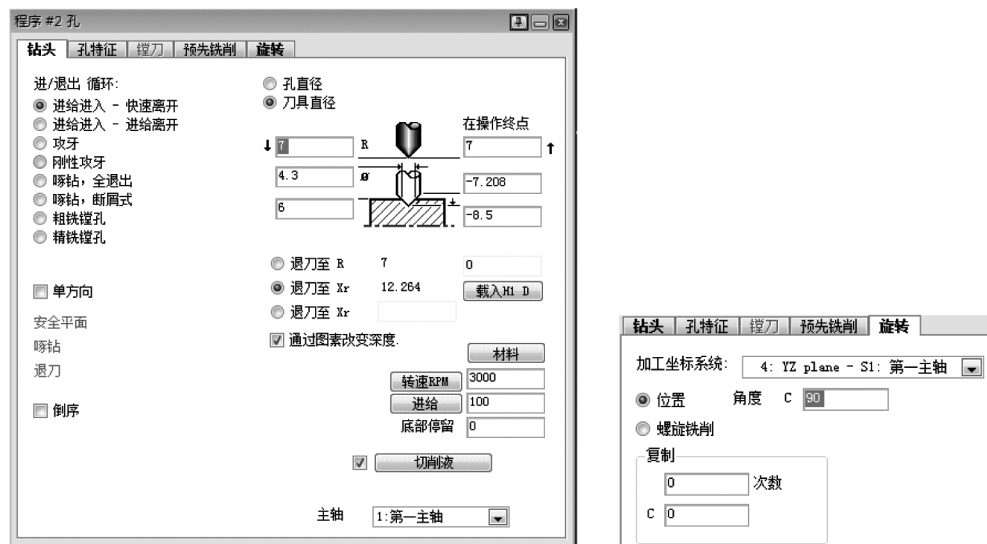

图 7-30 钻孔程序 2
2) 用#5 刀具为程序#2 创建如图 7-30 所示的钻孔程序。此程序和攻牙不会重复。两个程序都会加工零件。